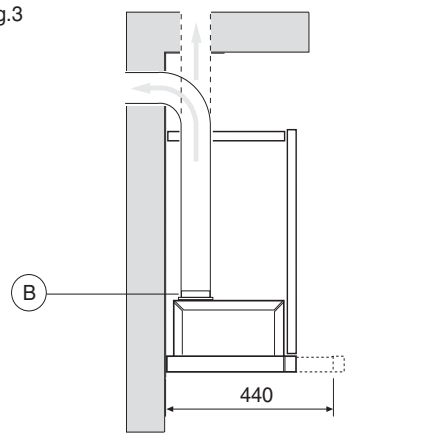
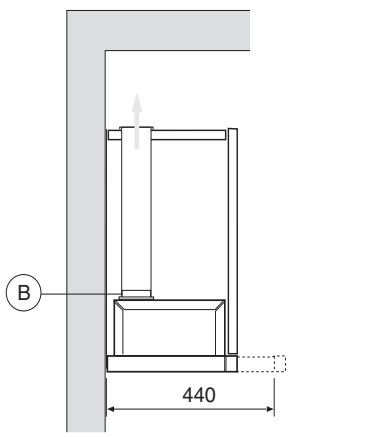
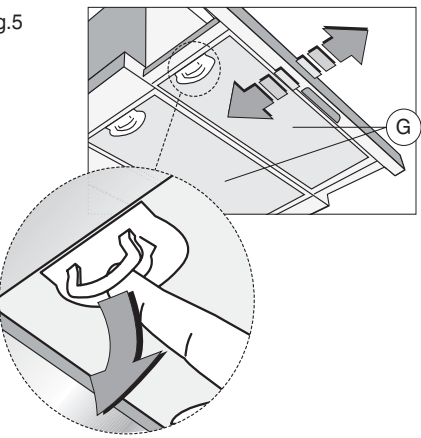

Fig.4
Fig.5
Fig.6
• La distanza minima fra la superficie di supporto dei recipienti di cottura sul dispositivo di cottura e la parte più bassa della cappa da cucina deve essere di almeno 65 cm. Se dovesse essere usato un tubo di connessione composto di due o più parti, la parte superiore deve essere all'esterno di quella inferiore. Non collegare lo scarico della cappa ad un condotto in cui circoli aria calda o utilizzato per evacuare fumi degli apparecchi alimentati da un'energia diversa da quella elettrica. Prima di procedere alle operazioni di montaggio, per una più facile manovrabilità dell'apparecchio disinserire i filtro/i antigraffo (Fig.5).
Per trasformare la cappa da versione aspirante a versione filtrante, richiedere al vostro rivenditore i filtri a carbone attivo. I filtri devono essere applicati al gruppo aspirante posto all'interno della cappa centrandoli ad esso e ruotandoli di 90 gradi fino allo scatto d'arresto (fig.6). Per effettuare questa operazione rimuovere i pannelli **G** (fig.5). L'aria viene rimessa nell'ambiente attraverso un tubo di connessione passante attraverso il mobile e collegato all'anello di raccordo **B** (fig.4).